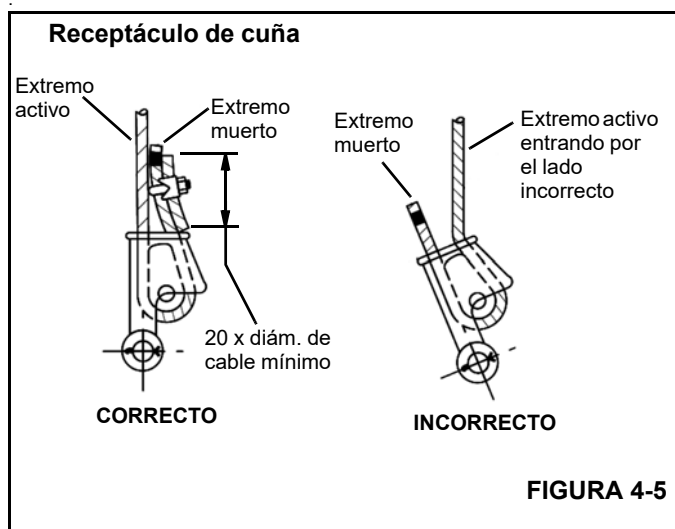

FIGURA 4-5
3. Verifique que el extremo activo (Figura 4-5) del cable quede directamente en línea con las orejetas del receptáculo y con el sentido de la tracción que se aplicará al cable. Si el cable se instala de modo incorrecto en el receptáculo, se producirá un doblez en el punto que el cable sale del receptáculo, y el borde del receptáculo desgastará el cable, causándole daños y la falla eventual del mismo.
táculo, permitiendo que el extremo muerto (Figura 4-5) sobresalga del receptáculo. Verifique que el extremo muerto del cable tenga un largo suficiente para aplicarle un dispositivo de terminación al extremo después de haber asentado la cuña.